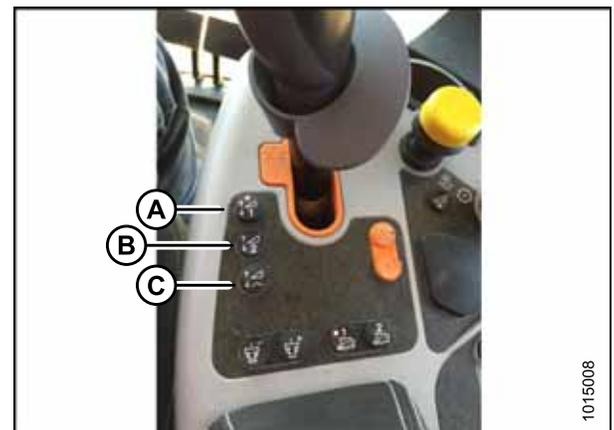

Рисунок 3.373: Органы управления комбайнов New Holland
- Выберите одну из кнопок задания автоматического контроля высоты, показанных на рис. 3.373, страница 241.